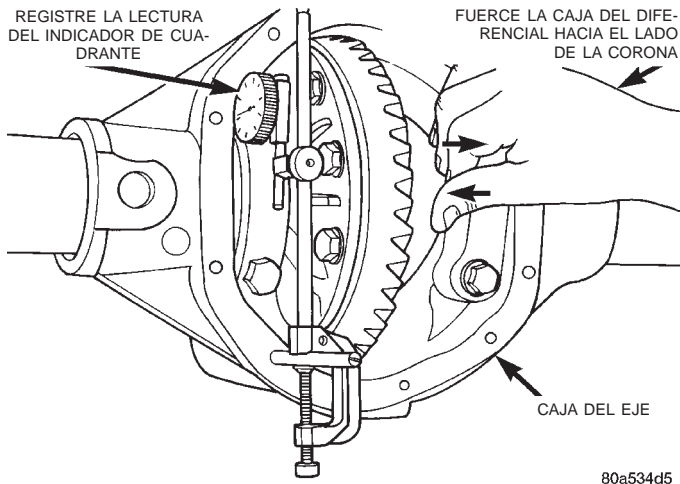

Fig. 87 Sostenga la caja del diferencial y registre la lectura del indicador de cuadrante
(13) Registre la lectura del indicador de cuadrante (Fig. 87).